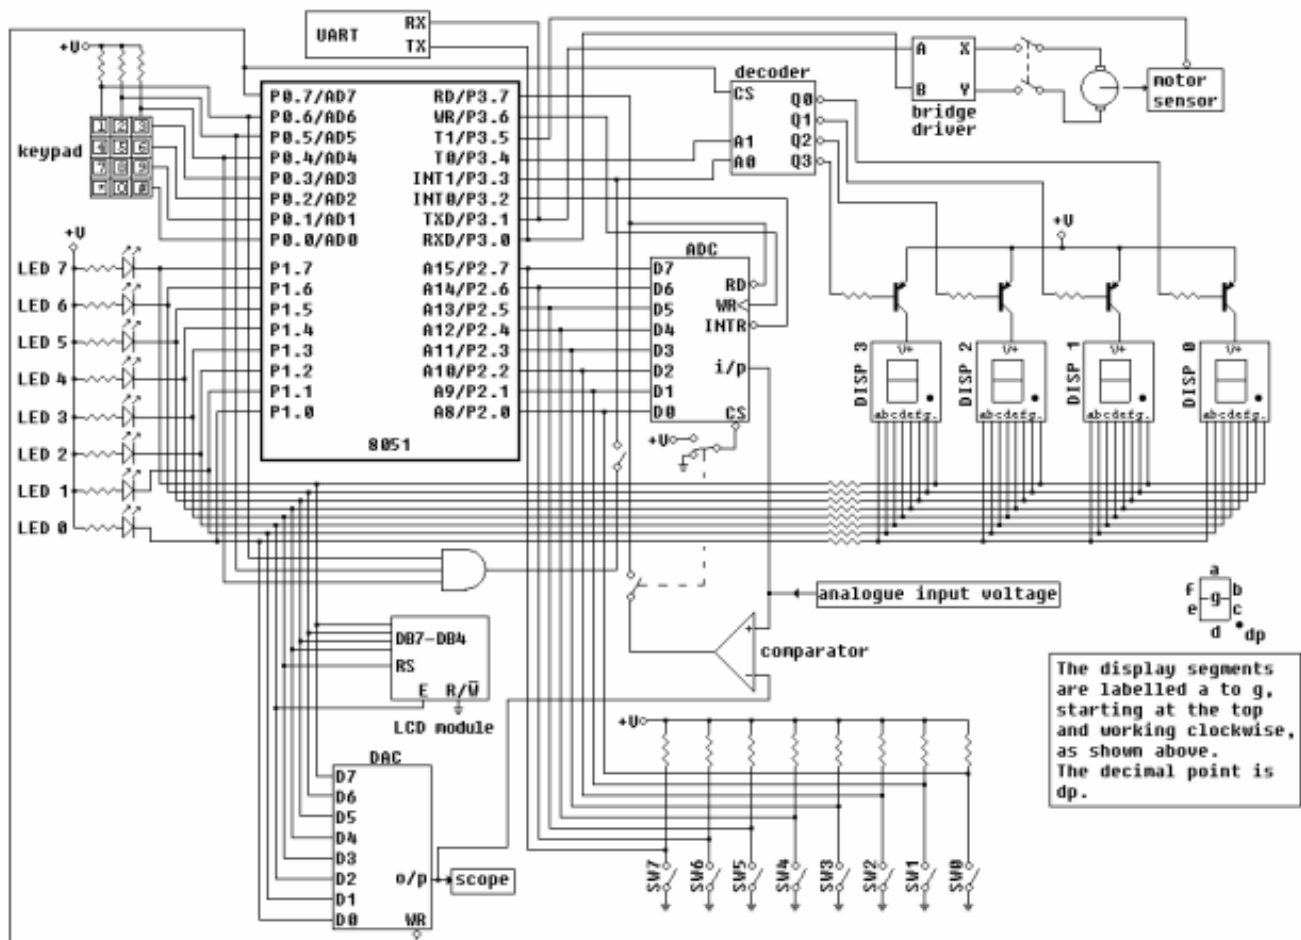

Рис. 1 Схема підключення семисегментного дисплею і двигуна постійного струму
Двигун обертається в напрямку за годинниковою стрілкою, напрямок і кількість обертів відображається на семисегментному дисплеї Disp0 – Disp3 (рис.1). Дисплей показує тільки до дев'яти оборотів, а потім перезавантажується.
Схема підключення двигуна постійного струму показана на рис. 1.
3.1.2. Перед виконанням програми необхідно натиснути кнопку **“Assm”** панелі для асемблювання програми. Після цього, якщо команда записана невірно, в рядку під верхнім рядом кнопок панелі (на рис.1 виділений сірим кольором) з'явиться повідомлення про помилку, а **колір рядка зміниться на червоний**. Червоним кольором буде виділена також невірно написана команда.